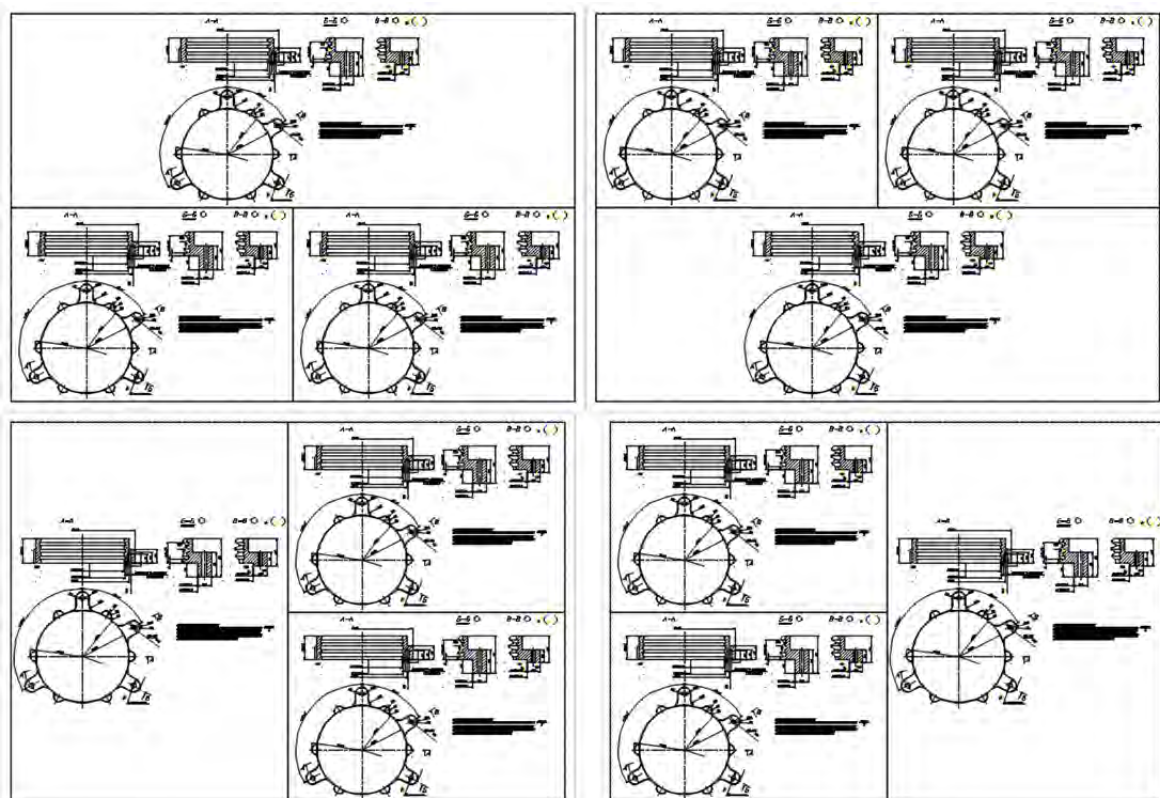

Рисунок 14.10 Видовые экраны расположенные горизонтально, вертикально, выше, ниже, левее и правее
- 3 – Деление текущего видового экрана на три части. Опции «Горизонтально» и «Вертикально» делят область на три равные части. С помощью остальных параметров можно создать один видовой экран большего размера и два — меньшего. Название опций («Выше», «Ниже», «Левее», «Правее») указывает, где располагается больший видовой экран (Рисунок 14.10).